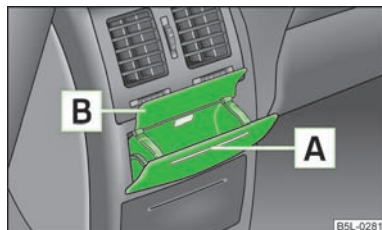

Fig. 68
- Presionar la parte superior de la tapa del cenicero en la zona **A** » fig. 68.